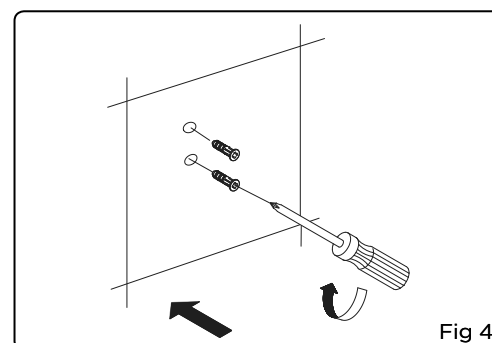

Fig 4
4. Insert the plastic wall anchors into the four holes. You may need to tap them lightly into position with a hammer (Fig 4).
4. Insérer les manchons en plastique dans les quatre trous. Il faudra peut-être frapper légèrement sur les manchons à l'aide d'un marteau pour les insérer en place (fig. 4).
4. *Inserte los sujetadores plásticos en los orificios. Martíllelos suavemente si fuera necesario (fig. 4).*